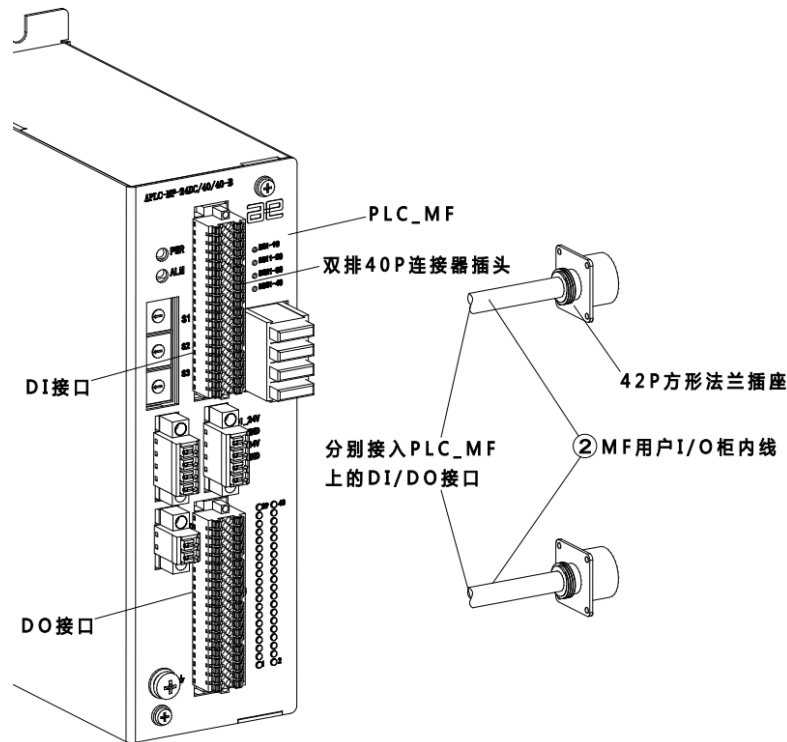

图 19-13 连接 PLC\_MF 上的 DI/DO 接口
步骤3. 将②MF 用户 I/O 柜内线的另一端插在 PLC\_MF 上的 DI/DO 接口上，参考图 19-13。